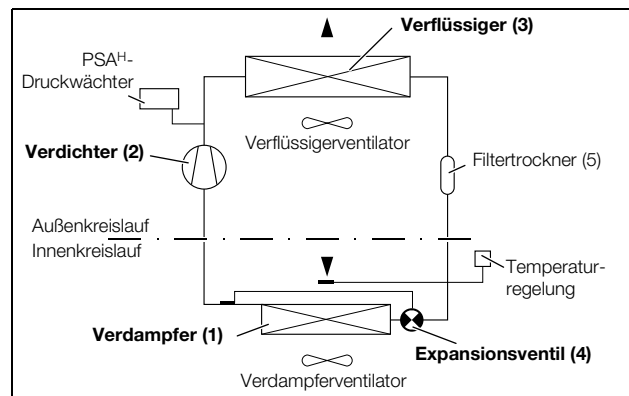

Abb. 3: Kältekreislauf
Das Kühlgerät (Kompressionskälteanlage) besteht aus den vier Hauptbestandteilen (vgl. Abb. 3): Verdampfer (1), Kältemittelverdichter (Kompressor) (2), Verflüssiger (Kondensator) (3) sowie dem Regel- bzw. Expansionsventil (4), die durch Rohrleitungen miteinander verbunden sind. Dieser Kreislauf ist mit einem leicht siedenden Stoff, dem Kältemittel, aufgefüllt. Das Kältemittel R134a (CH_2FCF_3) ist chlorfrei. Sein Ozon-Zerstörungs-Potenzial (OZP) beträgt 0.